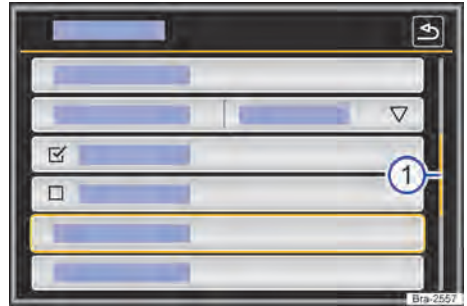

Fig. 98 Representação esquemática: entradas da lista no menu de configurações.
As entradas de lista podem ser acessadas pelo toque direto no display ou por meio do botão de regulagem → Fig. 98 ④.
Se em uma exibição de lista houver mais registros selecionáveis do que podem ser visualizados, são mostradas superfícies de função para a rolagem ou uma barra de rolagem à direita na imagem → Fig. 98 ①.